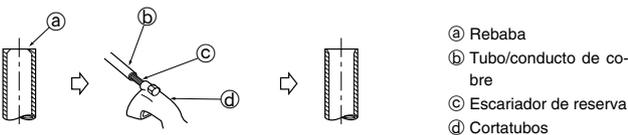

Fig. 5-3
5.2.2. Extracción de las rebabas (Fig. 5-3)